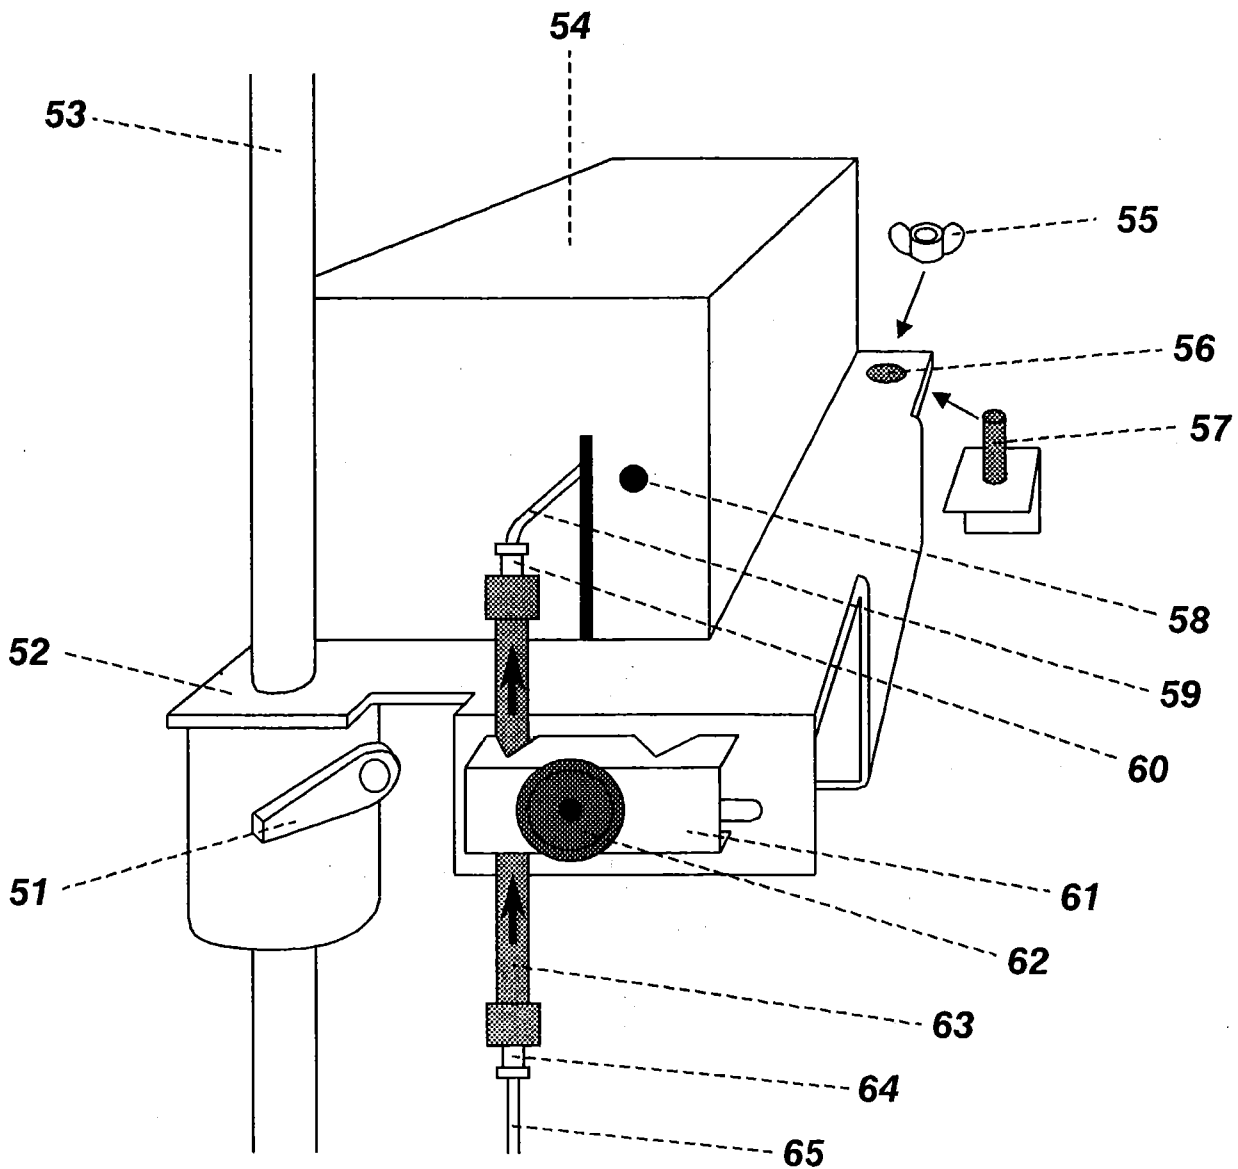
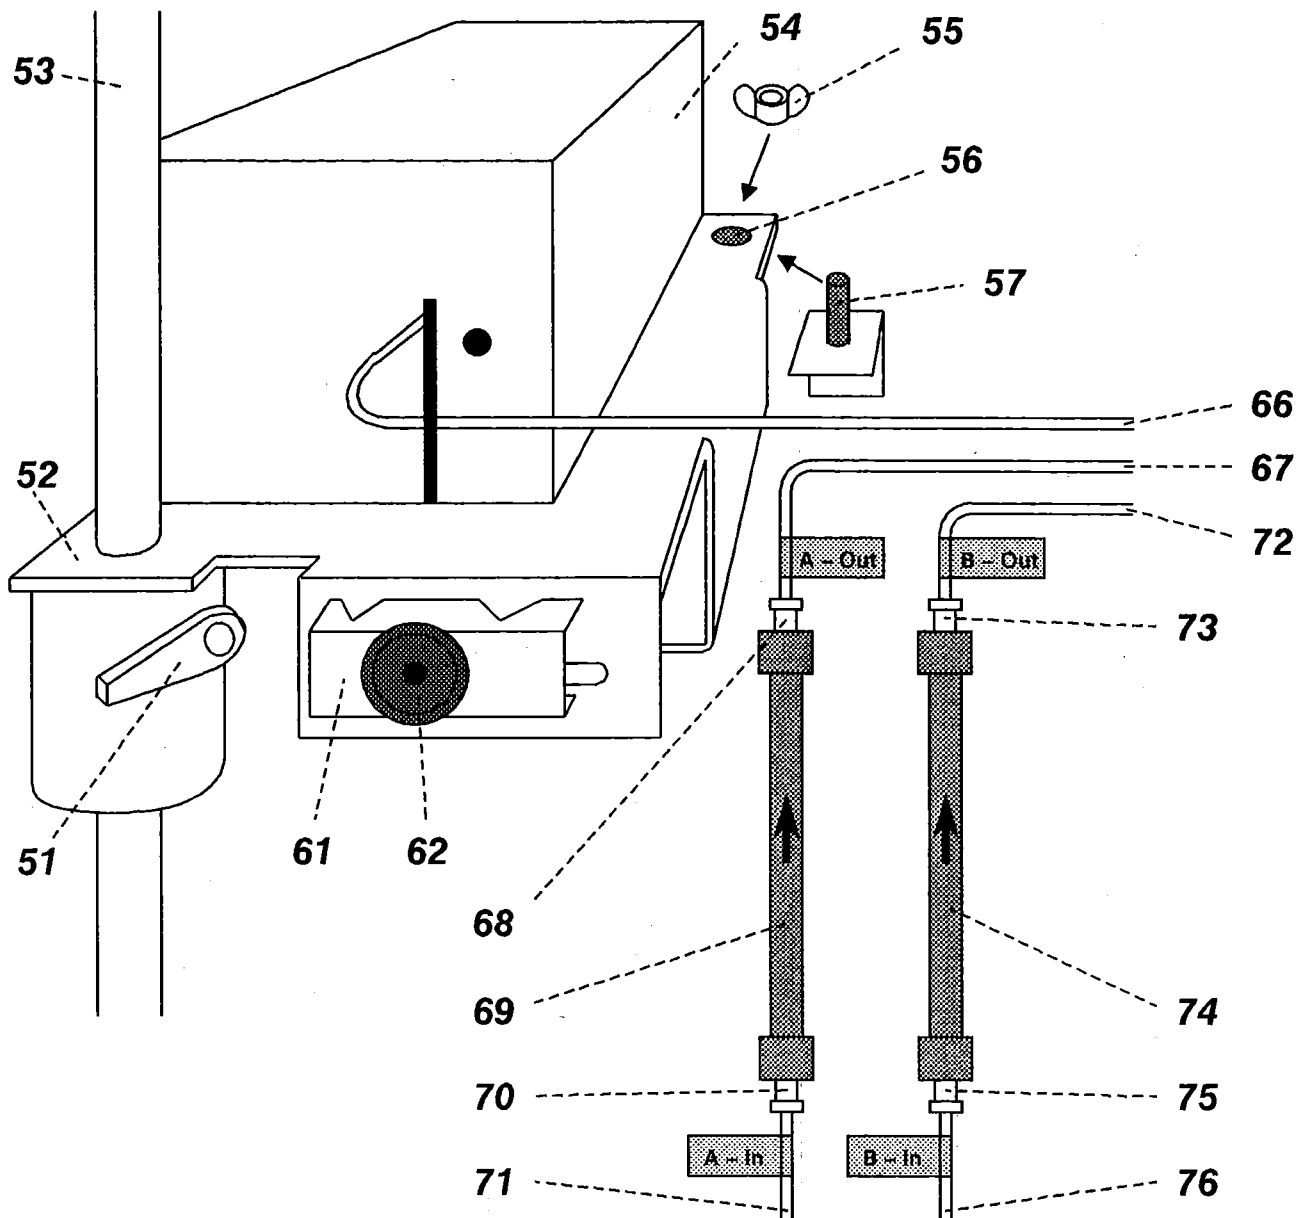

Abb. 13: Detektor und Säulenanschluss beim Ionenchromatograph 690.0010 und 690.0020.
Abb. 14: Detektor und Säulenanschluss beim Ionenchromatograph 690.0030
Vor dem Einsetzen der Trennsäule muss zunächst die Verbindung IC-Pumpe 697 – Ionenchromatograph 690 bis zum Ende der Kapillare (65) (siehe Abb. 13) mit Eluent gefüllt und gespült werden:
- 1▶ Drehknopf (14) auf der Gerätevorderseite in die Stellung "Inject" drehen.
- 2▶ Pumpe einschalten und Eluent fördern, bis dieser am Ende der Kapillare (65) austritt.
- 3▶ Becherglas unter das Kapillarende (65) stellen.
- 1▶ Taste (34) auf der Gerätevorderseite kurz nach unten drücken. Das Aufleuchten der roten LED-Lampe (33) zeigt an, dass sich das Injektionsventil im Zustand "Inject" befindet.
Vor dem Einsetzen der Trennsäulen müssen zunächst die Verbindungen der beiden IC-Pumpen 697 zum Ionenchromatograph 690 bis zum Ende der Kapillaren (71) und (76) (siehe Abb. 14) mit Eluent gefüllt und gespült werden:
- 1▶ Taste (34) auf der Gerätevorderseite kurz nach unten drücken. Das Aufleuchten der roten LED-Lampe (33) zeigt an, dass sich das Injektionsventil **A** im Zustand "Inject" befindet.
- 2▶ Pumpe **A** einschalten und Eluent fördern, bis dieser am Ende der Kapillare (71) austritt.
- 3▶ Becherglas unter das Kapillarende (71) stellen.
- 1▶ Taste (41) auf der Gerätevorderseite kurz nach unten drücken. Das Aufleuchten der roten LED-Lampe (40) zeigt an, dass sich das Injektionsventil **B** im Zustand "Inject" befindet.
- 2▶ Pumpe **B** einschalten und Eluent fördern, bis dieser am Ende der Kapillare (76) austritt.
- 3▶ Becherglas unter das Kapillarende (76) stellen.
- 2▶ Vorsäule am Anschluss (64) [bzw. (70) oder (75)] der Kapillarverbindung (65) [bzw. (71) oder (76)] (Zuführung vom Injektor) anschliessen (siehe Abb. 13 bzw. Abb. 14).
Zur Sicherung beim Transport ist der auf der Hebebühne (52) festmontierte Detektorblock (54) an der Geräterückwand festgeschraubt (siehe Abb. 13). Der Detektorblock wird folgendermassen gelöst und verschoben:
- 1▶ Flügelmutter (55) abschrauben (aufbewahren für den Fall eines späteren Transportes).
- 2▶ Fixierhebel (51) durch Drehen im Gegenuhrzeigersinn lösen.
- 3▶ Hebebühne (52) samt festmontiertem Detektorblock (54) auf der Stativstange (53) in die gewünschte Höhe schieben und durch Zurückdrehen des Fixierhebels (51) wieder arretieren.
Die Säule wird folgendermassen montiert (siehe Abb. 13):
Die Säule **A** [Säule **B**] wird folgendermassen montiert (siehe *Abb. 14*):